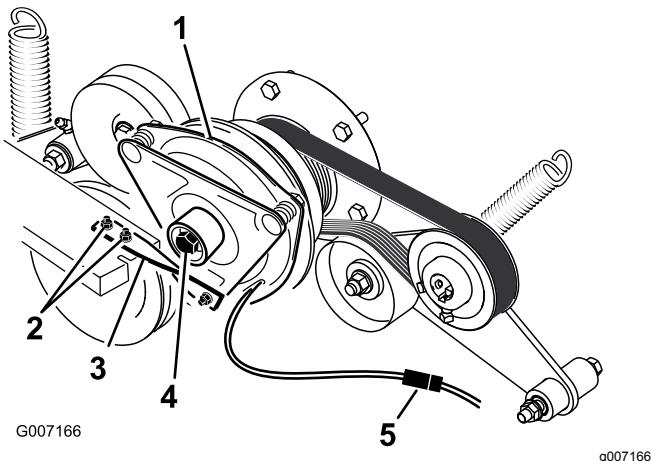

Bild 76
6. Schließen Sie den elektrischen Anschluss für die Kupplung ab (Bild 76).
7. Nehmen Sie die zwei Schrauben ab, mit denen der Gummikupplungsriemen am Mäherrahmen befestigt ist (Bild 76).
ist, und entfernen Sie die Kupplung und den Schlüssel (Bild 76).
15. Halten Sie die Kurbelwelle an das Heck der Maschine und setzen Sie die mittlere Schraube ein. Ziehen Sie sie mit 68 N·m an (Bild 76).
16. Befestigen Sie den Gummikupplungsriemen mit den zwei vorher entfernten Schrauben und Muttern am Mäherrahmen (Bild 76).
18. Stecken Sie den elektrischen Anschluss für die Kupplung ein (Bild 76).